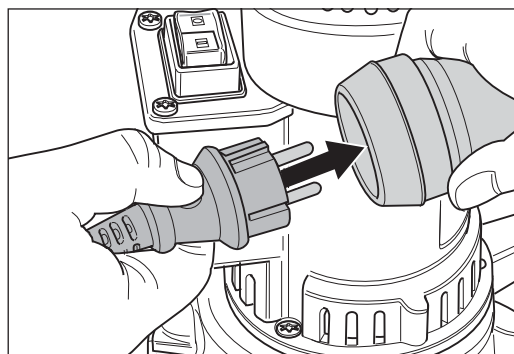

Abb. 5 Das Motorkabel mit dem Verlängerungskabel verbinden.
- 1 Stecken Sie den Stecker des Motorkabels in die Kupplung des Verlängerungskabels (Abb. 5).